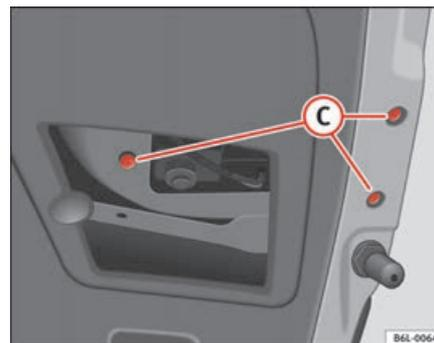

Fig. 163 Luce posteriore sul portellone
- Estrarre le viti (C) ⇒ pag. 235, fig. 163 e scollegare il connettore.